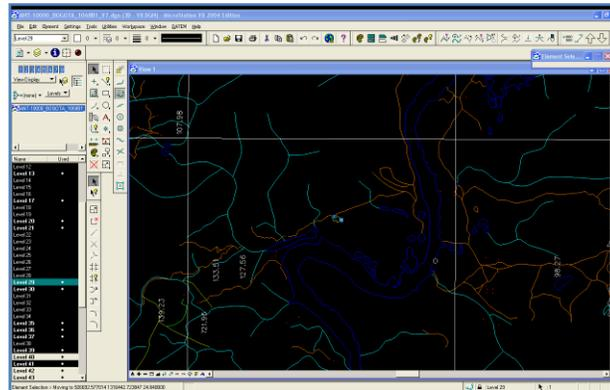

Figura 22. Ventana de visualización de vectores en Microstation.
1. Abrir el DGN en **MicroStation**. (Ver Figura 22).